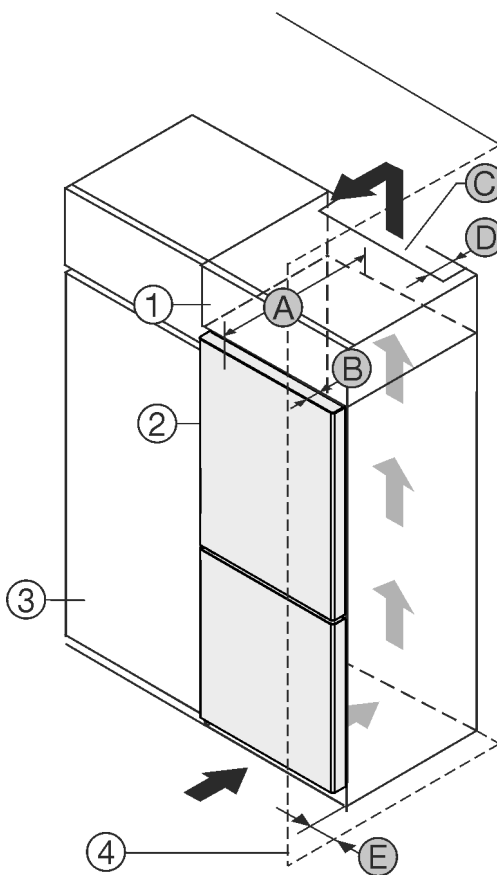

Fig. 1
Puede colocar el electrodoméstico junto al armario de cocina Fig. 1 (3).
En la parte posterior del armario superior debe estar disponible un pozo de ventilación con la profundidad Fig. 1 (D) sobre la totalidad del ancho de armario superior.
Debajo del techo debe respetarse la sección transversal de ventilación Fig. 1 (C).
Si el electrodoméstico se instala con las bisagras al lado de una pared Fig. 1 (4), la separación entre el mismo y la pared debe ser de por lo menos 13 mm.
Si el electrodoméstico se instala con las bisagras al lado de una pared Fig. 1 (4), la separación entre el mismo y la pared debe ser de por lo menos 20 mm.
A fin de poder abrir completamente la puerta, el electrodoméstico debe sobresalir alrededor de la profundidad de la puerta Fig. 1 (B) en comparación con la parte frontal del armario de cocina. Dependiendo de la profundidad del armario de cocina Fig. 1 (3) y el empleo de separadores de pared el aparato puede sobresalir aún más.